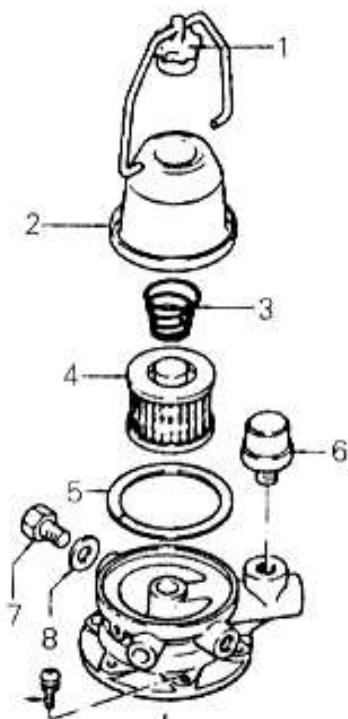

Рис. 1-7
- Снимите пробку слива отверстия 7 (рис. 1-7) и слейте бензин из сопла полностью.
(2) Обслуживание топливного фильтра дизельного двигателя